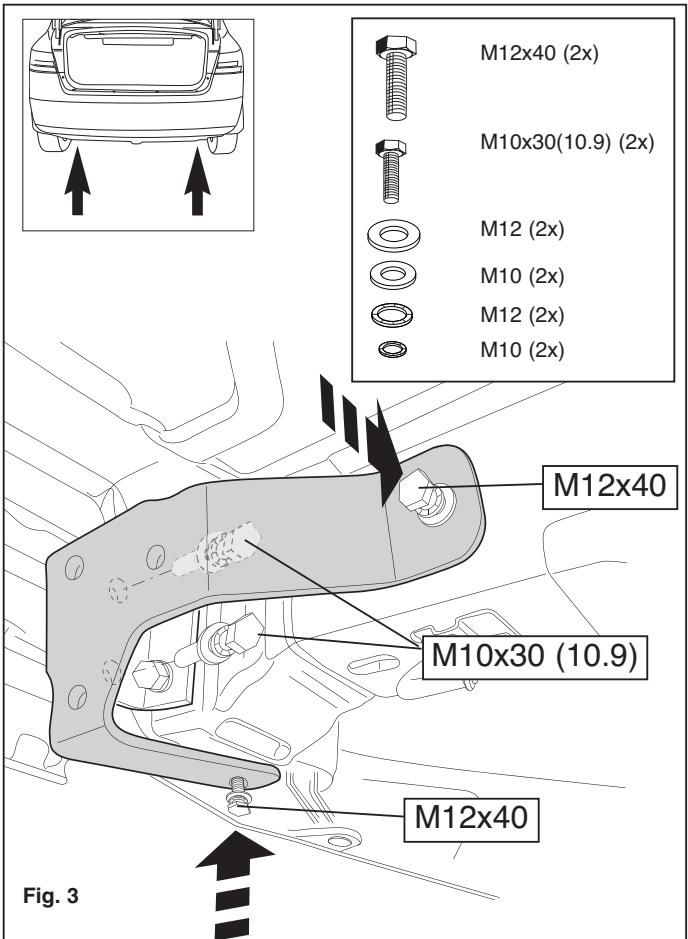

Fig. 3
4. Zamontować panele boczne C po lewej i po prawej stronie w miejscu punktów D, E i F, bez przykręcania. Patrz rysunek 3.
4. Установить боковые панели С слева и справа в точках D, E и F, слегка закрепив ее. См. рисунок 3.